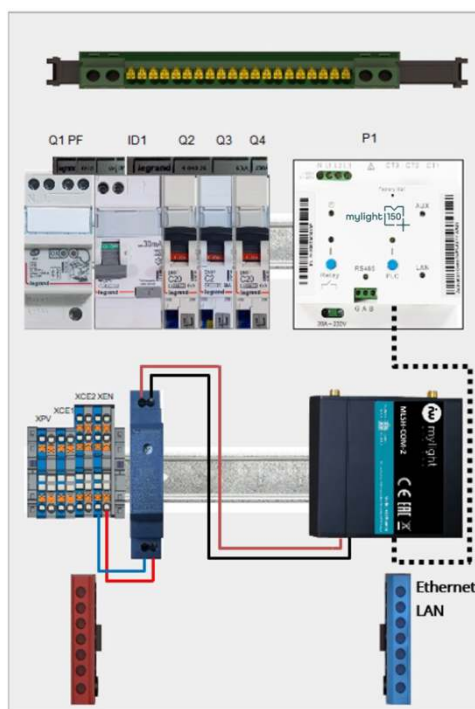

Figure 32. Schéma d'alimentation du modem via un convertisseur AC/DC sur rail DIN
**La Figure 32 montre un exemple de branchement :**